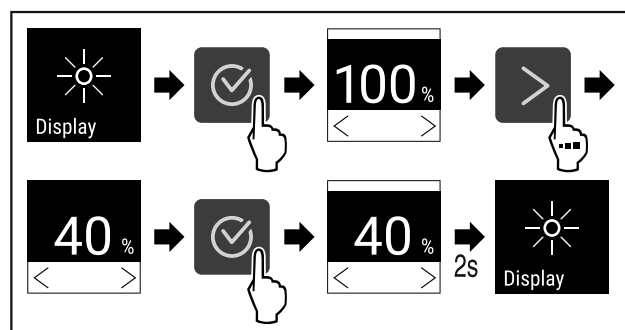

Fig. 77
- ▶ Izvedite zahtevane korake (glejte Fig. 77).